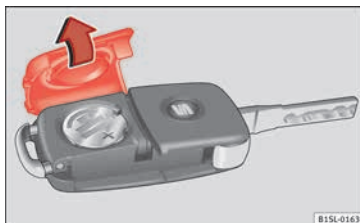

Abb. 128 Fahrzeugschlüssel: Deckel für Batteriefach.
Die Batterie befindet sich auf der Rückseite des Fahrzeugschlüssels unter einer Abdeckung **»» Abb. 128**.
- Abdeckung auf der Rückseite des Fahrzeugschlüssels » **Abb. 128** in Pfeilrichtung abnehmen » ❶.
- Abdeckung wie gezeigt ansetzen » **Abb. 128** und entgegen der Pfeilrichtung auf das Fahrzeugschlüsselgehäuse drücken bis sie einrastet.
❶ VORSICHT